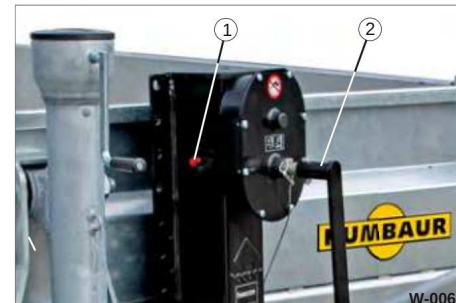

Abb. 6 Getriebest, tzwinde / Schwenkst, tze
- Flytta foten på landningsstället med hjälp av veven (Bild 6/2).
- Ta bort locket från smörjnippeln (bild 6/1).